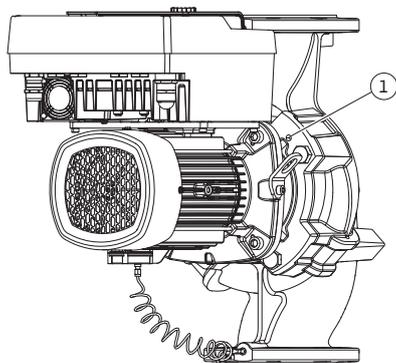

Fig. 11: Éjection du kit embrochable par les trous taraudés (selon le type de pompe)
Pour le type de pompe des Fig. II et Fig. III, utiliser pour ce faire les deux trous taraudés (Fig. 11, pos. 1). Utiliser les vis appropriées fournies par le client (p. ex. M10 x 25 mm).
5. Éjecter le kit embrochable (voir Fig. 4) du corps de pompe. Pour ce faire, utiliser les deux trous taraudés (voir Fig. 11). Pour desserrer le logement, visser des vis M10 de longueur adéquate dans les trous taraudés.
7. Desserrer les deux vis imperdables de la tôle de protection (Fig. II, pos. 27) et retirer la tôle de protection.
8. Engager une clé plate de surplat 27 mm dans le regard de la lanterne et maintenir l'arbre au niveau des surfaces de serrage (Fig. II, pos. 16). Dévisser l'écrou de blocage de roue (Fig. II, pos. 22). Retirer la roue (Fig. II, pos. 21) de l'arbre avec un dispositif de tirage.
9. Desserrer la tôle de support du capteur de pression différentielle (Fig. I, pos. 13) de la bride du moteur en desserrant la vis (Fig. II, pos. 10). Laisser le capteur de pression différentielle (Fig. I, pos. 8) suspendu avec la tôle de support (Fig. I, pos. 13) au niveau des lignes de mesure de pression (Fig. I, pos. 7). Si besoin, débrancher le câble de raccordement du capteur de pression différentielle dans le module électronique.
10. Desserrer les vis (Fig. II, pos. 10 et pos. 10a).
11. Séparer la lanterne du centrage du moteur et la retirer de l'arbre à l'aide du dispositif de tirage à deux bras (dispositif de tirage universel). La garniture mécanique (Fig. I, pos. 25) est extraite en même temps. Éviter de mettre la lanterne en porte-à-faux.
12. Si la garniture mécanique est endommagée, extraire le grain fixe (Fig. I, pos. 26) de la garniture mécanique du logement de la lanterne. Mettre en place un nouveau grain fixe dans la lanterne.